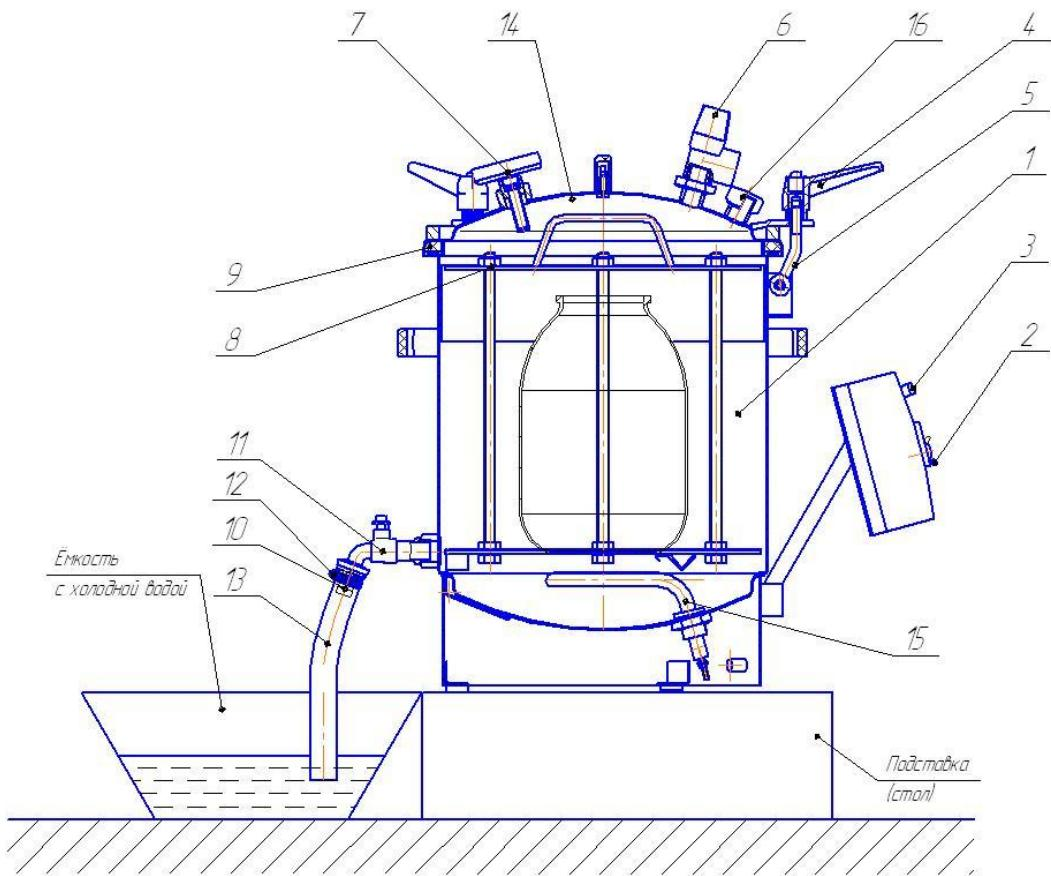

Рис. 1. Схема автоклава в сборе
- 1) Автоклав (рис. 1) 1
- 2) Шланг слива (поз. 13, рис. 1) 1
- 3) Кран сливной шаровый (поз. 11, рис. 1) 1
- 4) Штуцер-жиклёр (поз. 10, рис. 1) 1
- 5) Хомут (поз. 12, рис. 1) 1
4.4. Для защиты от брызг и пара при сливе воды с температурой выше 100 °C, конец шланга слива 13 (рис.1) опустить в ведро (или другую ёмкость) с небольшим количеством холодной воды (водяной затвор) и закрепить его (например, привязав шланг к ручке ведра), иначе возможны хаотичные движения шланга с выбросом пара и горячей воды во все стороны в первые минуты слива воды.
не откручивать ручки 4 (рис. 1) крышки автоклава;
выключить ТЭН рычажком 2 (рис.1);
при необходимости сбросить давление в автоклаве, повернув головку предохранительного клапана 6 (рис. 1) не достигая щелчка (для предосторожности попадания пара на руку надеть защитную перчатку), до полного прекращения выхода пара;
отвинтить ручки 4 (рис. 1), отбросить винты 5 и снять крышку 14;
5.2. Установить автоклав на подставку (рис.1).
5.4. Для исполнения автоклава -01 проверить затяжку заглушки с прокладкой 16 (рис. 1).
5.7. Снять крышку 14 (рис.1), аккуратно опустить кассету с банками в корпус автоклава.
5.8. Налить в корпус 1 (рис.1) воду из-под крана или другого источника, уровень воды должен быть на уровне верхнего среза спускного отверстия.
5.9. Установить крышку 14 (рис.1) на место. Набросить на крышку болты 5 с ручками 4 (рис.1) и, равномерно крест-накрест затягивая ручки 4 прижать крышку к корпусу.
5.13. Переключить рычажок 2 в положение "Вкл.". При этом загорается сигнальная лампа 3 зелёного цвета (рис. 1). Это означает, что автоклав включён и находится под напряжением.
5.15. Поддерживать температуру стерилизации в течение времени, рекомендуемого в выбранном Вами рецепте. Контроль температуры осуществлять по стрелочному термометру 7 (рис.1), поддерживать её постоянной, переключая рычажок 2 в положения "Выкл." и "Вкл.". Время контролировать по часам.
- открыть кран 11 (рис.1) для слива воды, который снабжён дозирующим устройством (жиклёром 10), обеспечивающим слив воды за 20-30 минут, смотри пункт 4.4.
5.18. После остывания автоклава до 95оС повернуть головку предохранительного клапана 6 (рис.1) и выпустить из автоклава пар. Эти действия позволят продолжиться процессам: слива воды и более интенсивному остыванию кассеты с банками.
5.20. Отвинтить ручки 4 (рис.1), отбросить болты 5, снять крышку 14.
5.21. Вынуть кассету 8 (рис.1) из автоклава и установить в безопасное место для дальнейшего остывания .
5.24. В случае затруднения сброса воды, перед следующей стерилизацией необходимо промыть штуцер-жиклёр сливного крана. Для этого: открутить штуцер-жиклёр 10 (рис. 1), тщательно промыть его проточной водой и установить его обратно.
6.1. Убрать из автоклава кассету 8 (рис. 1).
6.5. Поставить крышку 14 на место, убедиться в правильной её установке. Набросить на крышку болты 5 с ручками 4 (рис.1) и, равномерно крест-накрест затягивая ручки 4 прижать крышку к корпусу.